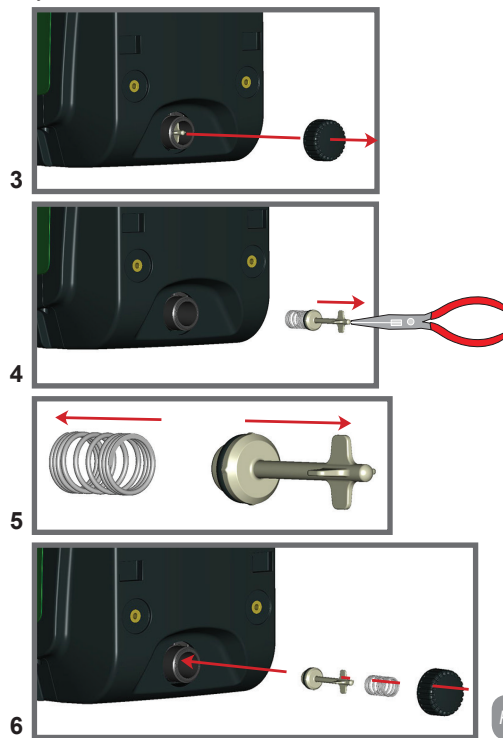

Рисунок 19
- 3 - снимите пробку слива, соблюдая осторожность, чтобы не уронить кольцевую прокладку (Рис. 19);